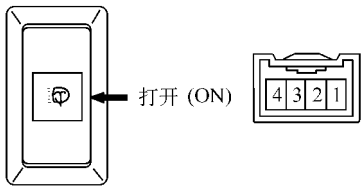

图 18-92 检查前照灯清洁器开关和接插件
(1) 检查开关。前照灯清洁器开关和接插件如图 18-92 所示。其导通情况见表 18-20。